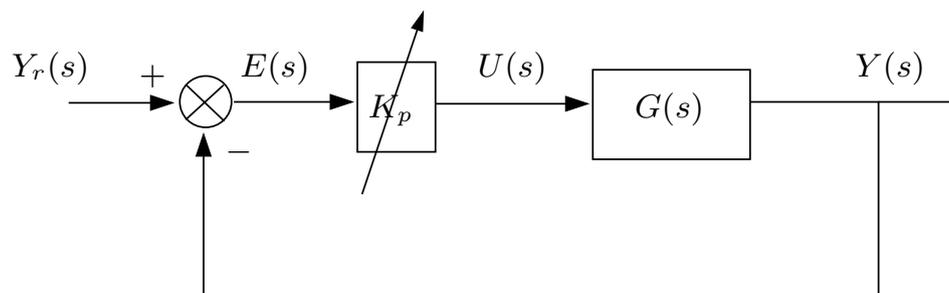

FIGURE 11 – Correction proportionnelle
3. Appliquer le critère de Nyquist pour étudier la stabilité du système en boucle fermée lorsque l'on effectue une correction proportionnelle selon le schéma de la figure 11. On représentera séparément les cas  $\tau_d = 0$  et  $\tau_d \neq 0$ .